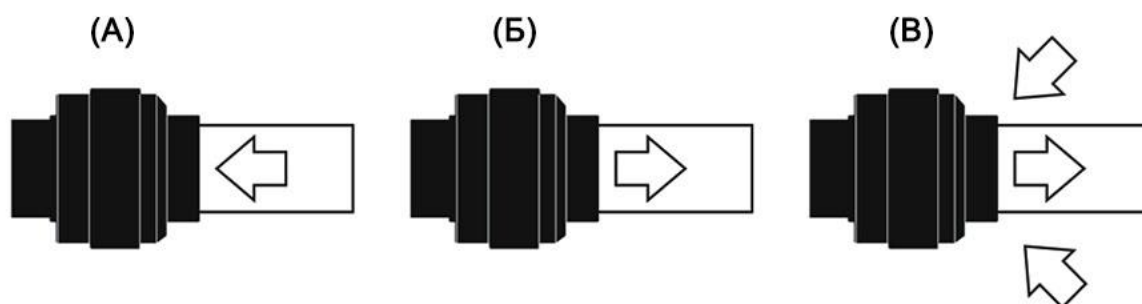

Рисунок 8.1. Присоединение (А), проверка (Б) и отсоединение (В) гибких трубок.
2. Вставьте трубку в соединитель до упора. Для герметизации соединения приложите дополнительное усилие. При этом трубка утопится еще примерно на 3 мм и будет плотно обжата резиновым кольцом-соединителем (Рисунок 8.1, А).
3. Потяните трубку для проверки соединения (Рисунок 8.1, Б).
2. Нажмите на кольцо у основания (Рисунок 8.1, В).